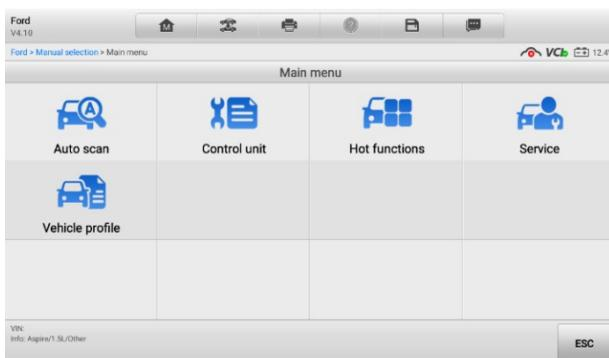

Figura 4-2 Veicolo Diagnostica Schermo
4. Toccare "OK". Il veicolo verrà identificato in pochi secondi e una volta confermate le informazioni, il sistema ti guiderà direttamente alla diagnostica del veicolo sullo schermo. (vedi Figura 4-2 Schermata diagnostica del veicolo)